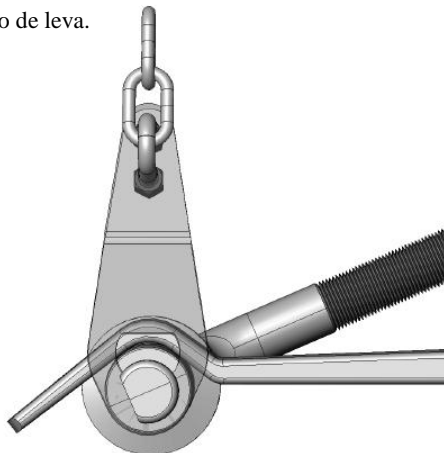

Figura 14
6. Revise que el sistema de leva esté correctamente instalado en el retenedor de la barra de resorte (figura 14). Si el ensamble del brazo de leva no se acomoda automáticamente en el retenedor de la barra de resorte, golpee el extremo del brazo de leva con un mazo o martillo hasta que se acomode dentro de retenedor de la barra de resorte como se muestra en la figura 14.
2. Vaya a cada brazo de leva y revise que el sistema de leva esté perfectamente centrado en el retenedor de la barra de resorte. Haga ajustes a la longitud del brazo de leva según sea necesario, es importante tener el brazo de leva/retenedor de barra de resorte exactamente como se muestra en la figura 14.
3. Antes de poder hacer los ajustes a la longitud del brazo de leva, levante el gato de la horquilla del remolque y baje los soportes a presión. Afloje la tuerca de bloqueo (figura 5) y mueva la tuerca de ajuste (figura 5) hasta que el sistema de leva esté centrado en el retenedor de la barra de resorte (figura 14). Después de hacer los ajustes, levante ambos soportes a presión e instale ganchos retenedores; baje el gato de la horquilla del remolque. Repita el paso 2 de esta sección